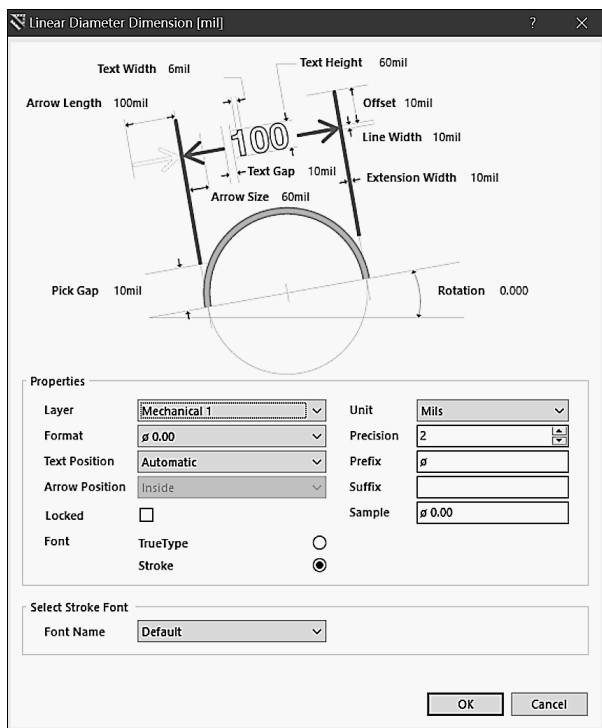

图 8-1-20 Linear Diameter Dimension 对话框
(1) 单击 Utilities 工具栏中的尺寸工具按钮，在弹出的工具栏中单击线性直径标注按钮，或执行菜单命令 Place→Dimension→Linear Diameter。
(2) 按【Tab】键，打开如图 8-1-20 所示的 Linear Diameter Dimension 对话框。该对话框各参数设置与 Linear Dimension 对话框中的对应各项相同，此处不再赘述。